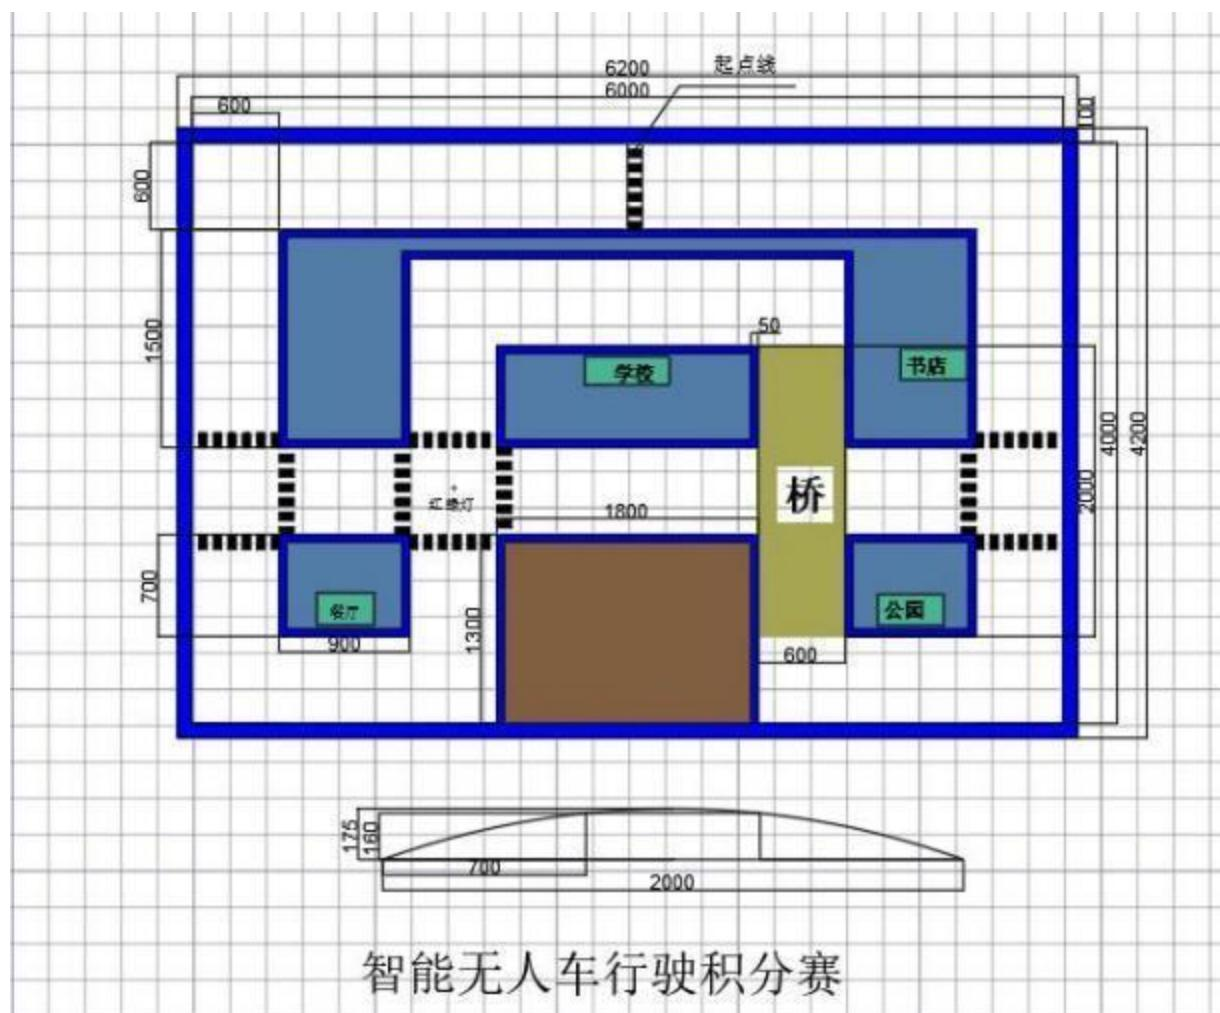

图31无人驾驶智能车任务赛场地示意图
5.1.2. 竞赛场地（见图31）：平整地面上设置约 $6000 \times 4000\text{mm}$ 的竞赛场地，并设置道路、桥、桥洞、红绿灯、行人和学校、书店、公园、餐厅等任务站点（以现场放置为准）。（道路宽约 600mm ，两侧边高 50mm ；红绿灯最低点离地 300mm ，宽 100mm （四面），随机变灯；桥长 2000mm （ ± 100 ），桥洞最高处为 160mm ）。